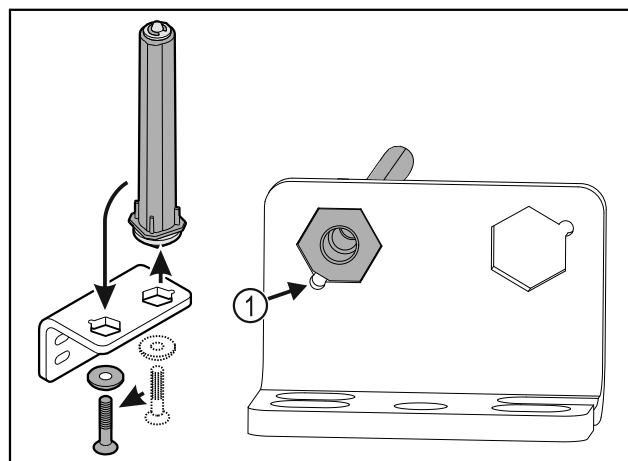

Fig. 19
- Atkreipkite dėmesį į tai, kad įstatant nuožulni kaiščio pusę Fig. 19 (1) nukreipta į apvalią skylę.